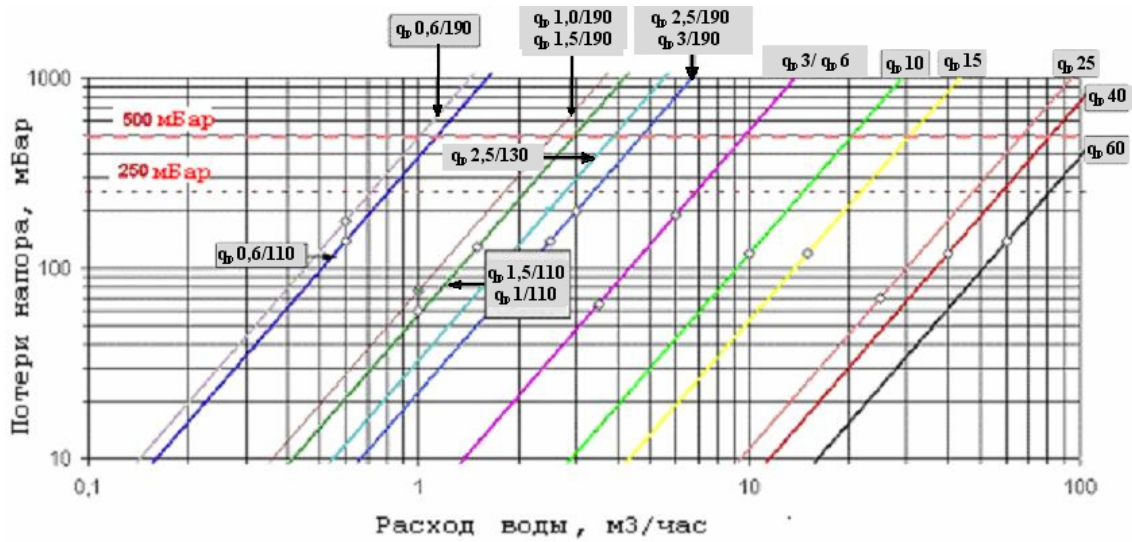

Рис. 1. Графики потерь напора на расходомере, где Q_n – номинальный расход/монтажная длина расходомера в мм
3.2. Индивидуальные технические характеристики основных моделей расходомеров приведены в табл. 1. Графики потерь напора на расходомере приведены на рис.1.